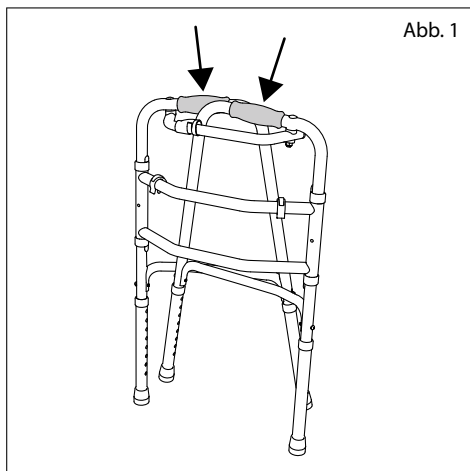

Abb. 1
1. Afferrare una manopola per mano (fig. 1).